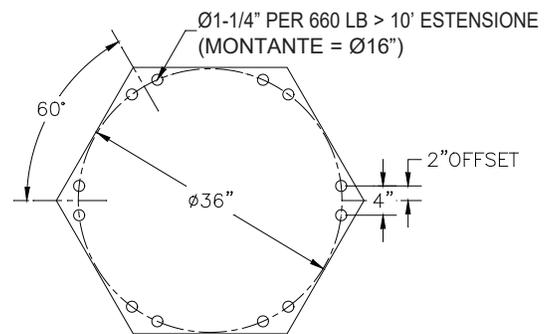

Fig. 3E. Modello di basamento a 12 bulloni.
A) Posare il massetto in base alle dimensioni del massetto in **fig. 3E** e **3F** con i bulloni di ancoraggio (J bolts) posizionati. Il bullone di ancoraggio dovrebbe sporgere dal livello del suolo di 4” o 6”.